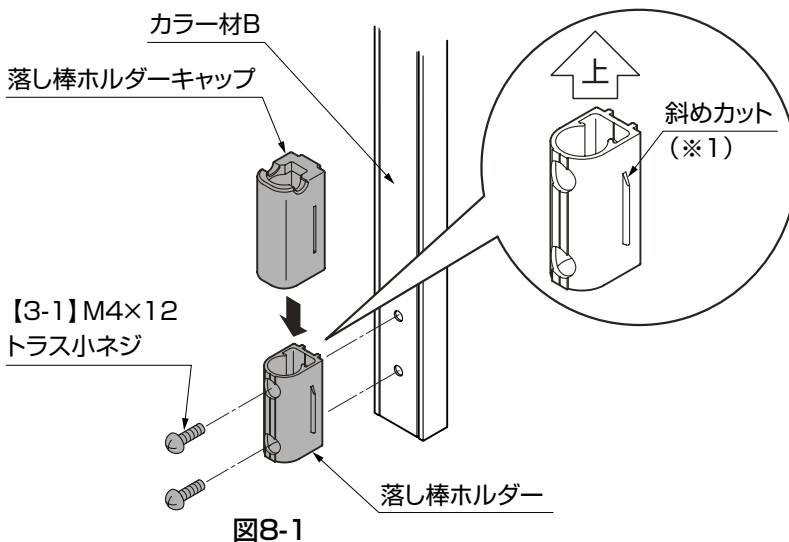

図8-1
- ①カラー材Bが付いた縦格子に斜めカット (\*1)を上にした落とし棒ホルダーを【3-1】で固定してください。(図8-1参照)
- ②落とし棒ホルダーキャップを上からはめ込んでください。(図8-1参照)